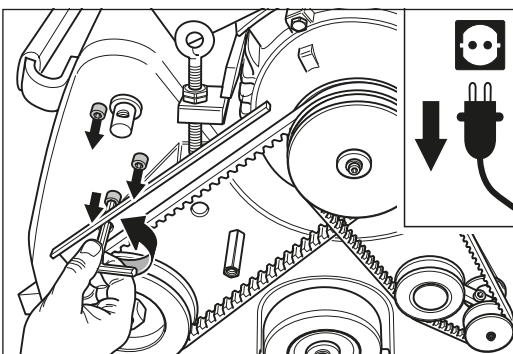

Fig. 29 Débloquez et retirez les trois vis à six-pans creux.
- 8 Débloquez et retirez les trois vis à six-pans creux (fig. 29).